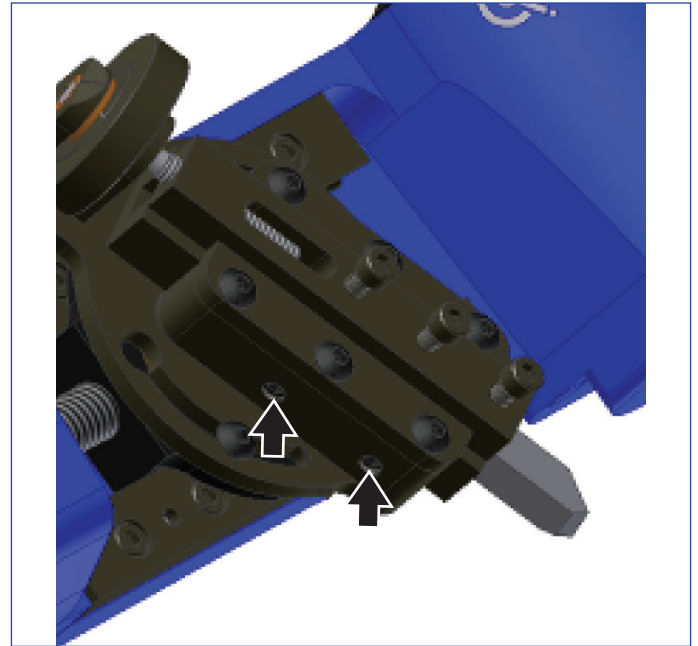

Figuur 7
5. Bevestig de beitel in de beitelhouder (zie figuur 7). Het snijvlak van de beitel moet in tegengestelde richting van de drie beitelhouderschroeven wijzen. De punt van het beitelsnijvlak moet ongeveer 13 - 19 mm (0,50 - 0,75 inch). Draai de 3 beitelhouderschroeven vast.